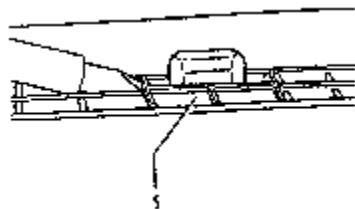

图 13-48 拆卸阳光入射光电传感器
(4) 阳光入射光电传感器 G107 的拆卸如图 13-48 所示，用螺丝刀从侧面将阳光入射传感器 1 撬出来。